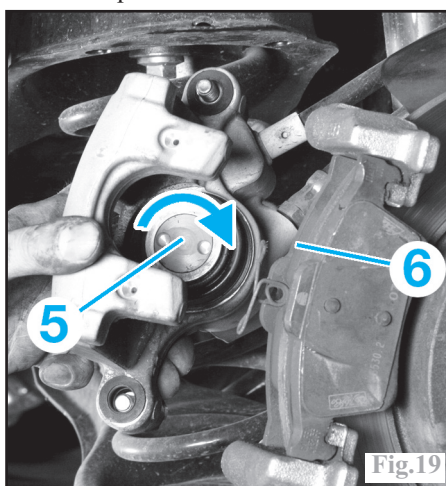

Fig.19
Appuyer sur le piston (5) en le tournant dans le sens horaire pour le rétracter (outil Ford 206-085 et 12-025) (Fig.19).